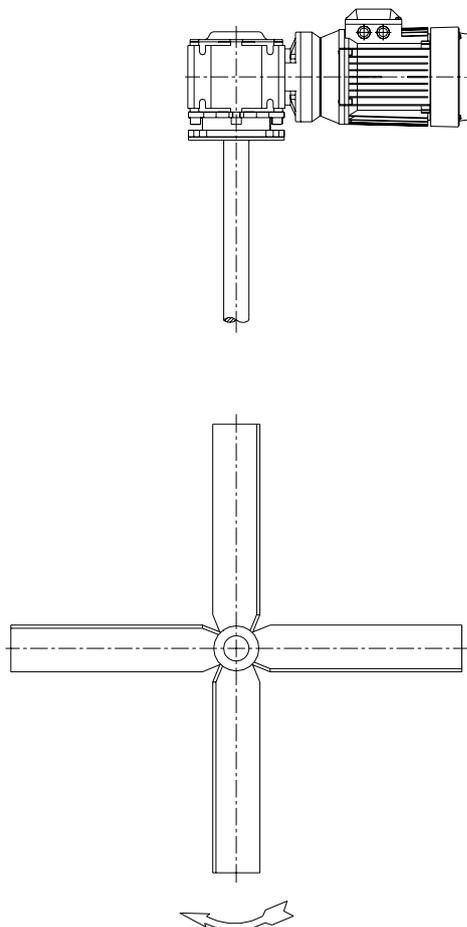

Figura 5.1
- Verificar que el sentido de giro de la hélice es correcto (sentido de giro horario visto desde el lado del accionamiento). Ver figura 5.1.